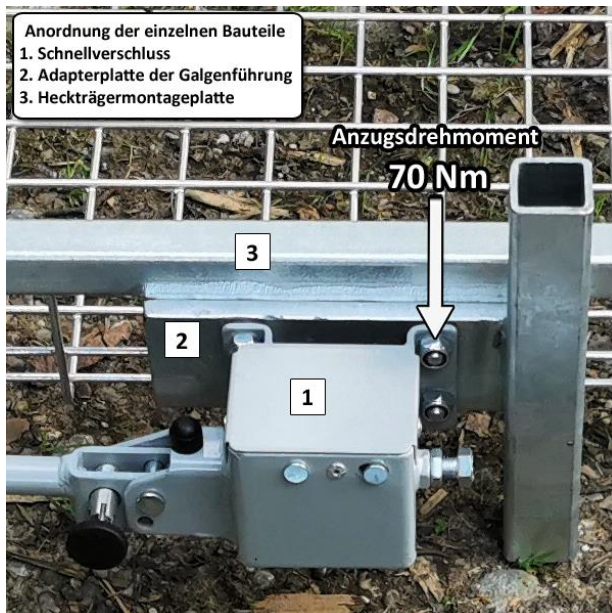

Abbildung 1
1. Montage der Adapterplatte am Heckträger (Abbildung 1)
- Demontieren Sie anschließend den Schnellverschluss (1) mit Hilfe zweier Schraubenschlüssel mit der Schlüsselweite 17 und entfernen Sie die 4 alten Sechskantschrauben und Muttern.
- Stecken Sie die längeren, mitgelieferten neuen Sechskantschrauben vom Inneren des Heckträgers durch die Montageplatte (3). Die Galgenadapterplatte (2) wird anschließend über die Schrauben geschoben und zuletzt der Schnellverschluss. Das Führungsrohr der Galgenadapterplatte liegt auf der gegenüberliegenden Seite des Griffes des Schnellverschlusses. (Siehe Abbildung 1)